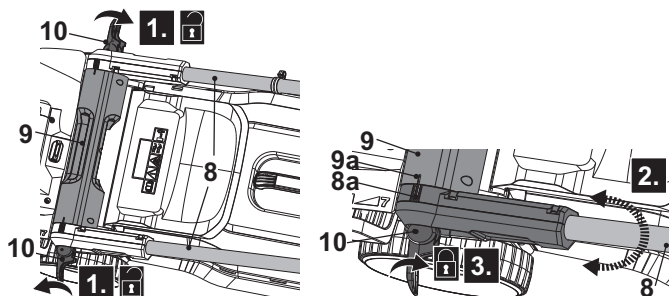

Fig. 10
1. Desdobre e solte as alavancas de pinça (10) no sentido anti-horário em ambos os lados das barras inferiores das pegas (8), mas não as retire (Fig. 10, passo 1).
2. Segurar e balançar suavemente o conjunto da pega para a posição desejada, alinhando a linha de indicação (8a) com o indicador (9a) da pega de transporte (9) (Fig. 10, passo 2). Assegurar que a montagem da pega é montada no mesmo nível de altura em ambos os lados.
3. Fixar a montagem da pega dobrando a alavanca de pinça (10) em direção à pega de transporte (9). Se a alavanca de pinça (10) não puder ser dobrada, solte-a e dobre-a novamente. Se estiver demasiado solta, aperte-a rodando a alavanca de pinça (10) no sentido dos ponteiros do relógio (Fig. 10, passo 3).